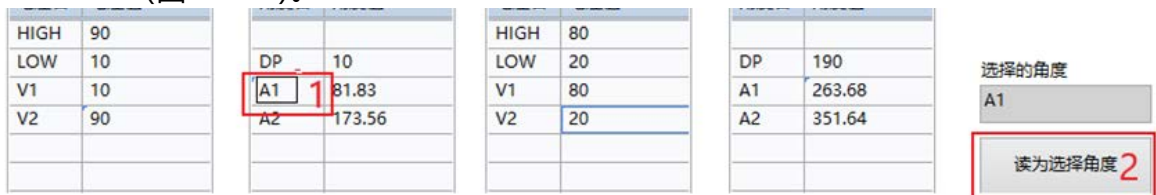

图 5.5.11 读取 A1/A2 编程角度值
- 单击 CH1 的 'A1' 对应的“角度值”框，将磁铁（传感器）角度置于需要编程的第一个位置，稳定后单击“读为选择角度”按钮读取当前芯片角度值，并显示在 CH1 和 CH2 的角度值 'A1' 中，当前读出芯片角度 CH1 的 'A1' 角度为 81.83°，CH2 的 'A1' 角度为 263.68°；同样方式读取到 CH1 的 'A2' 角度值为 173.56°，CH2 的 'A2' 角度值为 351.64° (图 5.5.11)。